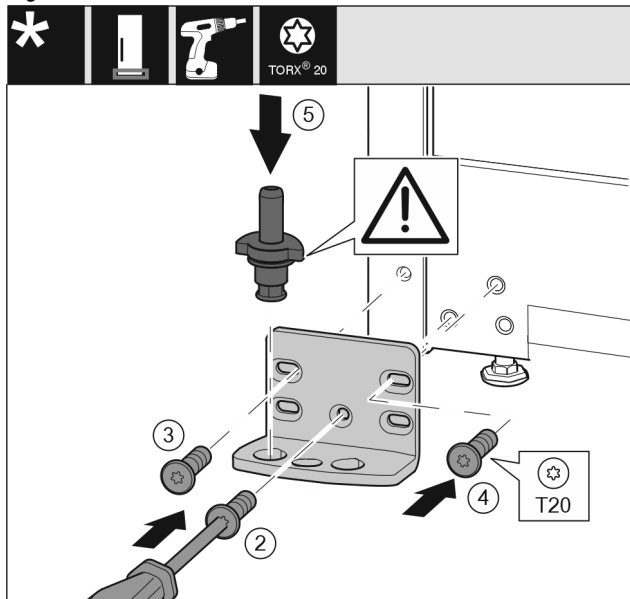

Fig. 15
- ▶ Płytę zawiasu założyć z drugiej strony i przykręcić przy pomocy śrubokręta T20. Rozpocząć od śruby 2 dolnej umieszczonej na środku. Fig. 15 (2)
- ▶ Dokręcić śrubę 3 i 4. Fig. 15 (3,4)
- ▶ Założyć cały sworzeń płytki zawiasu. Przy tym zwrócić uwagę, by krzywka zatrzaskowa wskazywała do tyłu. Fig. 15 (5)